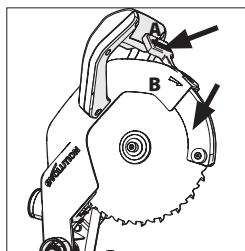

Fig. 28
Pentru a introduce discul, apăsați butonul de eliberare a scutului inferior al discului (A) rotiți scutul inferior al discului (B) în sus spre scutul superior al discului și țineți scutul inferior al discului în acea poziție (Fig. 28).